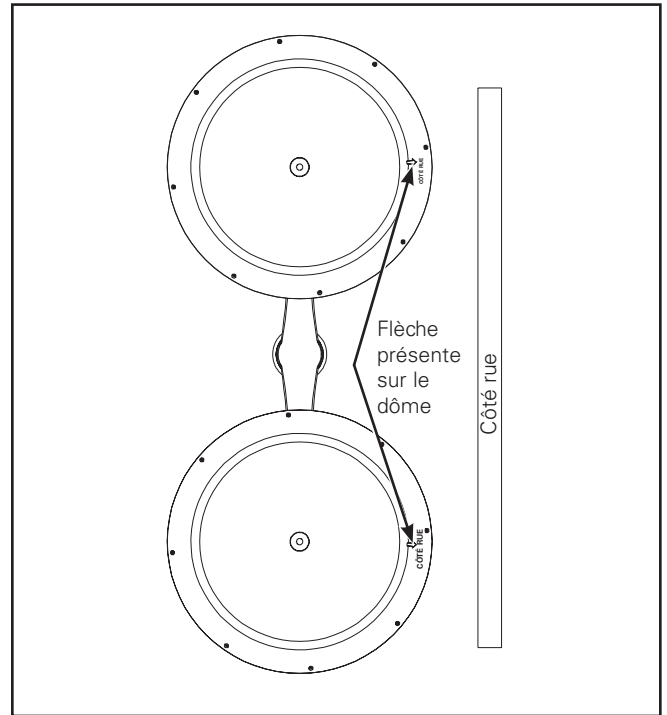

Figure 12.
- Pour les luminaires à optiques asymétriques, tournez les luminaires conformément à la flèche présente sur le dôme orienté côté rue. (Figure 12.)